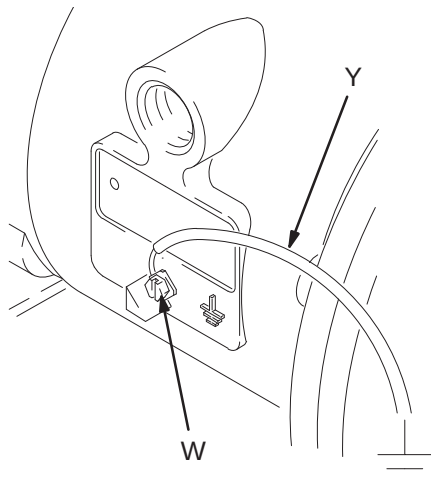

FIG. 1
- L'installazione tipica riportata in FIG. 1 costituisce solo un'indicazione per la selezione e l'installazione dei vari componenti del sistema. Contattare il distributore Graco per l'assistenza tecnica per progettare un sistema adatto alle proprie necessità.
- **Pompa:** Collegare un cavo di messa a terra e il morsetto come mostrato in FIG. 1. Allentare la vite di messa a terra (W). Inserire un'estremità del cavo di messa a terra con sezione minima di 12 ga (1,5 mm²) (Y) dietro alla vite di messa a terra e stringere saldamente la vite. Collegare il morsetto del cavo di messa a terra a una presa di terra efficace. Ordinare il cavo di messa a terra e il morsetto con il codice n. 222011.